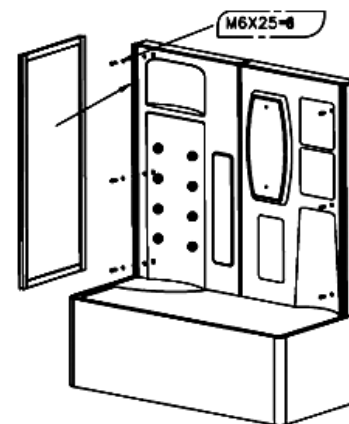

Рис.1
- Снимите защитную пленку со всех акриловых комплектующих (ванна, панели, купол, задняя акриловая стенка). С помощью саморезов скрутите между собой половины задней стенки (5) и установите собранную заднюю стенку на ванну (6). Закрепите заднюю стенку на ванне с помощью болтов. Стыки и соединения загерметизируйте неуксусным герметиком (показан к применению любой силиконовый герметик отвечающий свойствам pH-нейтральности, бесцветности, противоплесенности). Выровняйте ванну по уровню относительно пола.
- Прикрутите пристенные профили (1) к боковой стенке (5). Соединения обработайте герметиком. (см. рис.1)
- Вставьте боковые фиксированные стекла (2) в пристенные профили (1) с двух сторон (см. рис. 1) и обработайте герметиком места соединений.